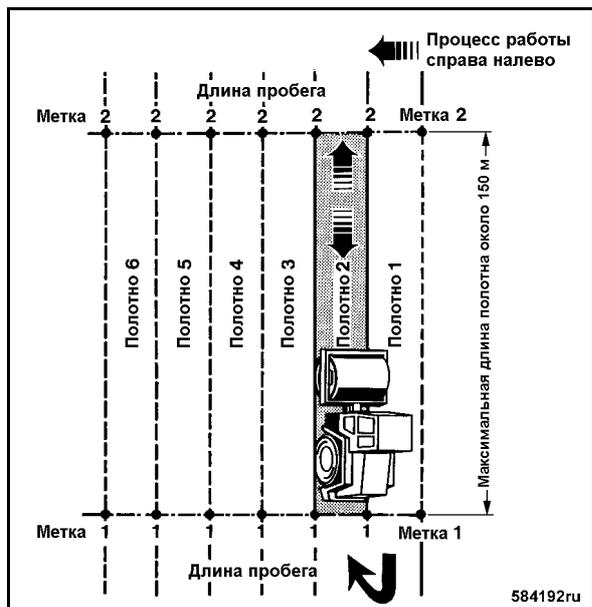

Рис. 102
- Повторить весь процесс уплотнения для приема измеряемых величин на следующем полотне (Рис. 102).